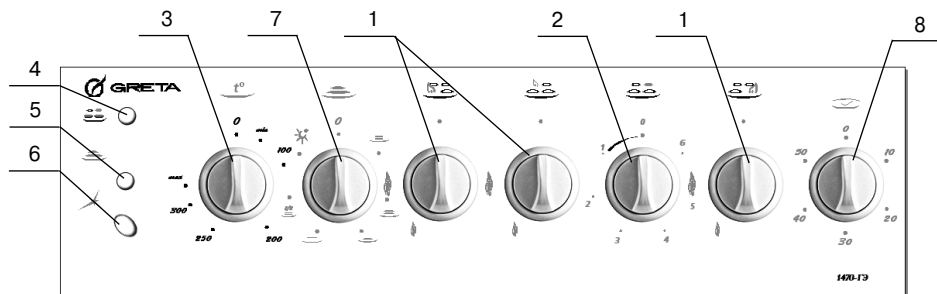

Рис. 5
Описание выключателей и контрольных лампочек (см. рис.5,6).
– контрольная лампочка конфорки стола поз.4 (см. рис.5 для исп. 00, 02, 10);
Плита может иметь таймер механический для подачи звукового сигнала. Диапазон устанавливаемого времени 1..60 мин. Включение таймера осуществляется соответствующей ручкой (поз. 8 рис. 5, 6) на панели управления поворотом по ходу часовой стрелки.
Описание ручек расположенных на панели управления (см. рис. 5, 6, 7).
– Ручка включения электроконфорки поз. 2 (см. рис. 5 для исп. 00, 02, 10).